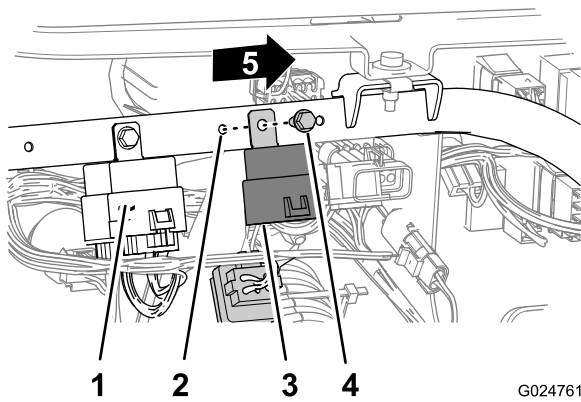

Bild 37
1. Fluchten Sie das Loch im vorderen Differenzialrelais mit dem Loch im Armaturenbrettstützrohr aus, das außen vom vorhandenen Relais der Maschine ist (Bild 37).
- Befestigen Sie das Relais (Bild 37) mit der Sechskantschraube (1/4" x 5/8") an der Maschine.